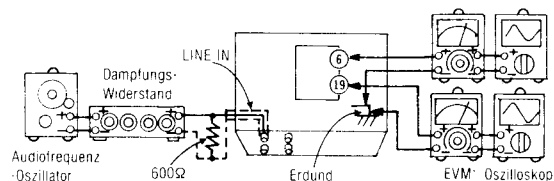

Abb. 9
1. Der Testaufbau ist in Abb. 9 gezeigt.
3. Mit dem Dämpfungswiderstand so justieren, daß die Ausgangsleistung zwischen Anschluß ⑥ (linker Kanal) {Anschluß ⑯ (rechter Kanal)} des IC403 und Masse 12,3 mV beträgt.
4. Den Rauschunterdrückungs-Schalter (NR) einschalten und prüfen, ob der Pegel wie vorgeschrieben gegenüber dem Pegel im rauschunterdrückungsfreien Zustand verändert wird.